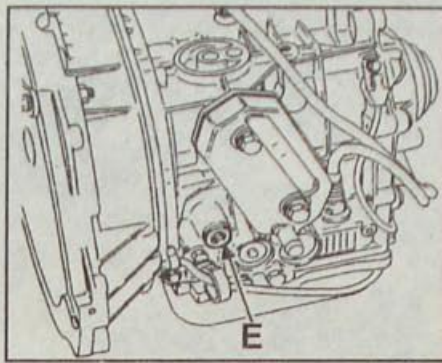

Рис. 7.6. Расположение пробки (Е) заполнения трансмиссионной жидкостью картера коробки передач
- Заправка трансмиссионной жидкостью проводится после выворачивания пробки (Е, рис. 7.6).